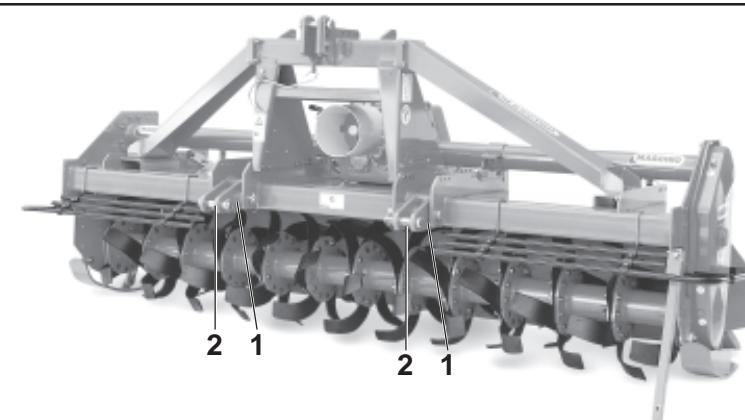

Fig. 4
- Die Gruppe der Schutzvorrichtungen, die sich aus dem Anschluß (1 Abb. 5), der zur Arretierung für die Rohre (2 Abb. 5) dient, die durch den Bügel (3 Abb. 5) blockiert werden, und den Schrauben (4 Abb. 4) zusammensetzt, wird am vorderen Vierkantrohr (5 Abb. 5) mit den U-Bolzen (6 Abb. 5) befestigt. Eine davon ist rechts und eine links, so weit wie möglich außen anzubringen.